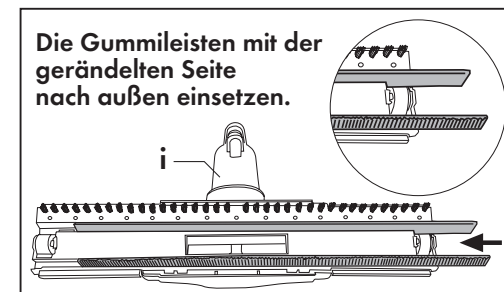

Abb. 7
- die Gummileisten sind für harte Böden geeignet und gestatten es den Dampf optimal abzusaugen; aus diesem Grund muss die gerändelte Seite nach außen gerichtet werden. Abb. 7,